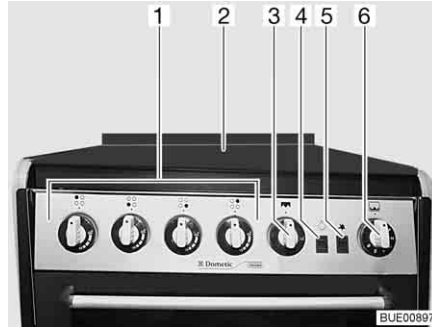

Bild 164 Gasspis med ugn och grill
- Öppna gasspisens lock (Bild 164,2).
- Vrid vridregulatorn (Bild 164,1) till önskad låga till tändningsläge (stor låga) och tryck ned den.
- Tryck på tändknappen (Bild 164,5) tills lågan tänds.
- ▷ Med reglaget (Bild 164,4) tänds och släcks belysningen i ugnen.
- Tryck lätt på vridregulatorn (Bild 164,3) och vrid till tändningsläge (stor låga).
- Tryck lätt på vridregulatorn (Bild 164,6) och vrid den till ett tändningsläge mellan 1 och 6.